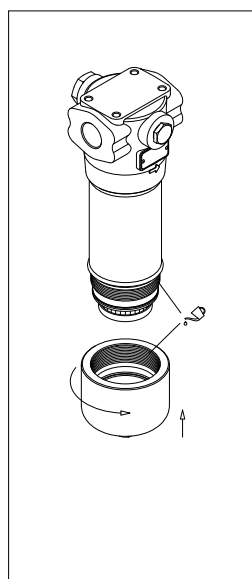

fig. 12
- (Fig. 12) Lubrificare il filetto e l'O-ring del contenitore, quindi avvitare il coperchio contenitore facendo riferimento alla tabella delle coppie di serraggio al paragrafo 3